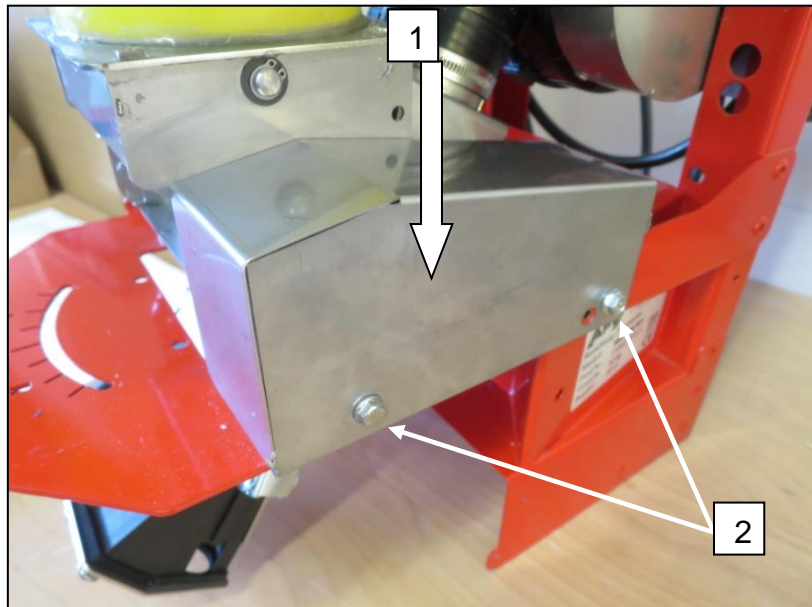

Abb.: 101
- Zum Montieren des Sägeellenmotordeckels stecken Sie diesen von oben herab **1** über den Sägeellenmotor und fixieren ihn mit den vorhandenen Schrauben **2** (Abb.: 101).